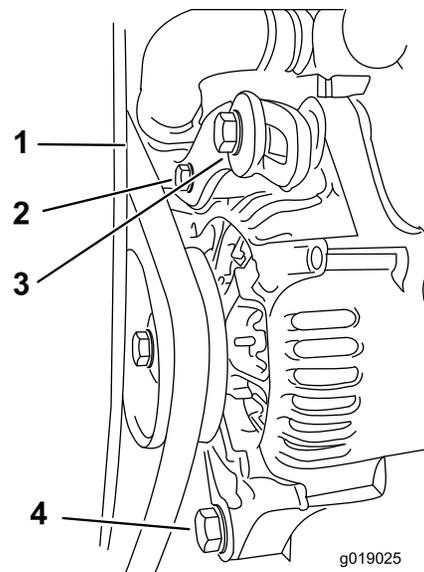

Figure 37
1. Contrôlez la tension de la courroie d'entraînement en appuyant le pouce à l'emplacement indiqué (Figure 37).